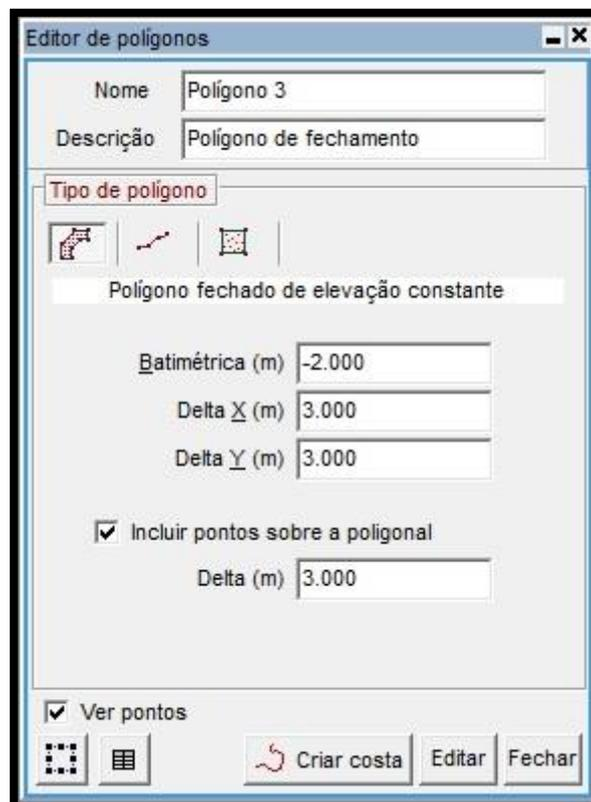

Figura 19 – Parâmetros a serem utilizados para edição do polígono irregular fechado para formação do novo espigão.
68) Maximizar o “Editor de polígonos” e adicionar os parâmetros e descrição encontrados na Figura 19;